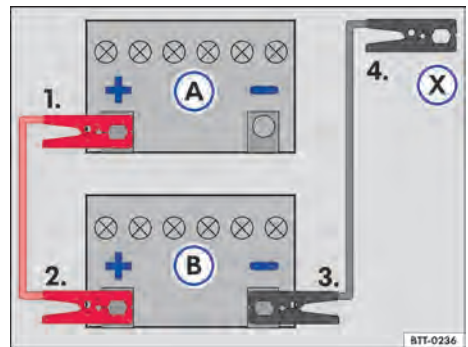

Fig. 200 Esquema para a conexão dos cabos auxiliares de partida: bateria do veículo descarregada (A) e bateria do veículo fornecedora de corrente (B).
Legenda para → Fig. 200:
Conectar o cabo auxiliar de partida somente na sequência 1 – 2 – 3 – 4 → Fig. 200.
- Conectar uma extremidade do cabo auxiliar de partida *vermelho* ao polo positivo (+) do veículo com a bateria do veículo descarregada → Fig. 200 (A) → ⚠.
- Conectar a outra extremidade do cabo auxiliar de partida *vermelho* ao polo positivo (+) do veículo fornecedor de corrente (B).
- Conectar uma extremidade do cabo auxiliar de partida *preto* ao polo negativo da bateria do veículo fornecedor de corrente (B).
- Conectar a outra extremidade do cabo auxiliar de partida *preto* (X) no veículo com a bateria descarregada no ponto de auxílio à partida (ponto de aterramento) ou em uma peça de metal parafusada firmemente no bloco do motor – porém não nas proximidades da bateria (A) → ⚠.